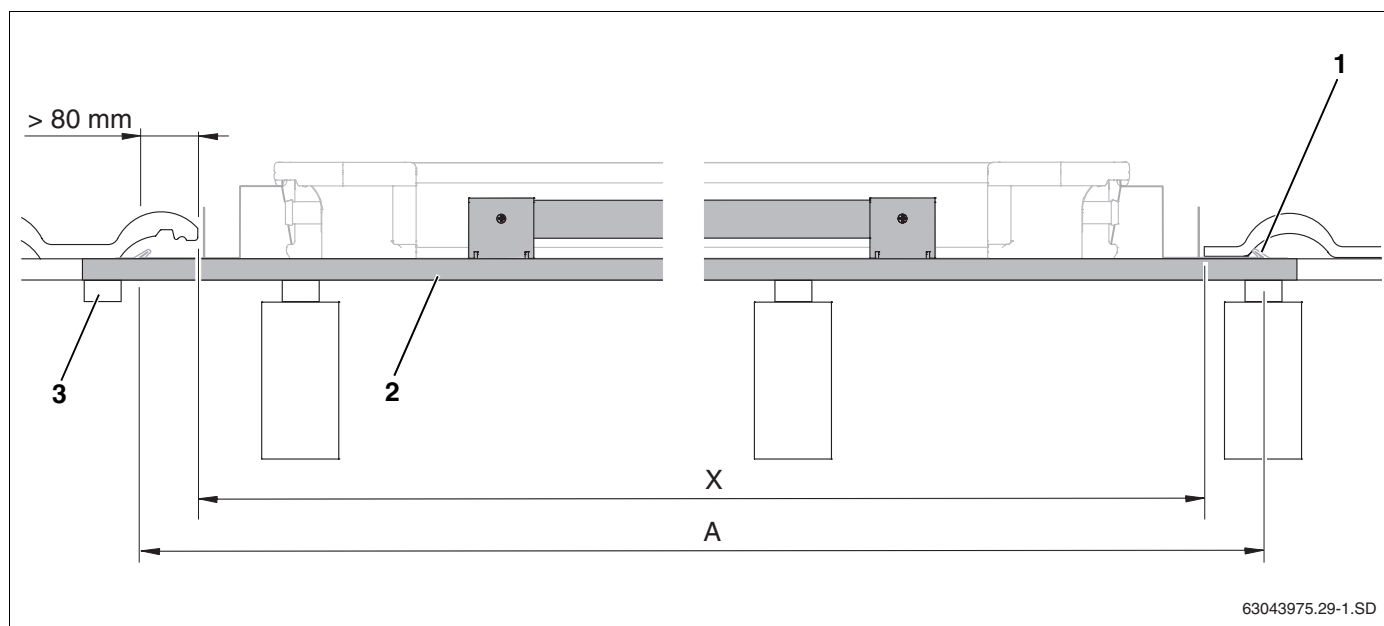
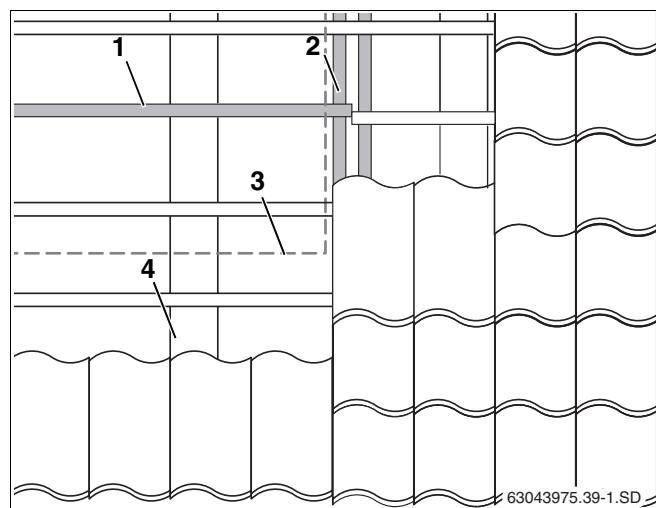

Рис. 9 Длина дополнительной обрешетки (здесь: первая рейка обрешетки внизу с креплением от сползания)
Рис. 13 Смещение обрешетки в области коллекторов
Минимальная длина дополнительной обрешетки (рис. 9, **поз. 2**) соответствует ширине поля коллекторов (таб. 5, стр. 14, размер А) плюс примерно 10 см для боковых прихватов (рис. 9, **поз. 1**).
- Закрепите стыки обрешетки на стропилах или прочно соедините с имеющейся обрешеткой крыши (рис. 9, **поз. 3** и рис. 13, **поз. 2**).
Если понадобится установить дополнительную обрешетку (рис. 13, **поз. 1**) в зоне уже существующей, то нужно существующую обрешетку сместить в зоне поля коллектора (рис. 13, **поз. 3**) и прочно закрепить (рис. 13, **поз. 2**).